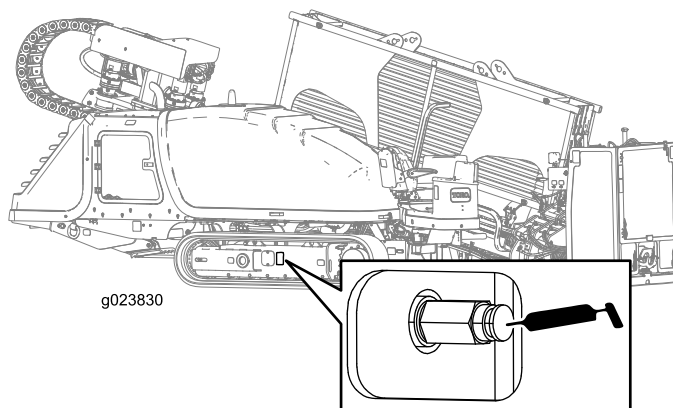

Figura 139
2. Remova a sujeira e as impurezas ao redor da válvula de alívio (Figura 139).
4. Gire a válvula de alívio no sentido anti-horário, dando no máximo 1 volta (Figura 139).